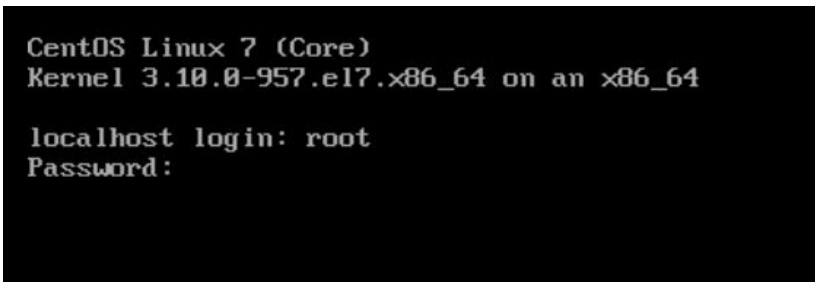

图3
2、开机完成后，显示器界面如图3所示，login处输入用户名root。Password处输入密码，密码为techsel123\$，输入密码不显示，然后回车，成功进入工控机。